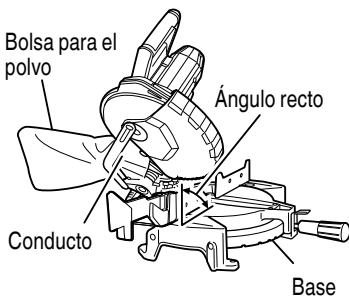

Fig. 35
- (1) Cuando la bolsa para el polvo esté llena de polvo, dicho polvo saldrá soplado de la bolsa para el polvo cuando gire la hoja de sierra. Compruebe periódicamente y vacíe la bolsa para el polvo antes de que se llene.
- (2) Durante el corte en bisel y compuesto, fije la bolsa para el polvo en ángulo recto con relación a la superficie de la base como se muestra en la Fig. 35.